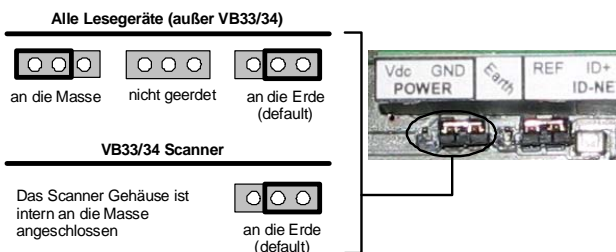

Abbildung 7 - Gehäuse-Erdung
- Schließen Sie das Lesegerät über die Brücke an die Masse an (Standard-Einstellung, siehe Abbildung 7 - Gehäuse-Erdung)
Die Erdungsmethode für das Gehäuse des Lesegerätes kann über die Brückenstellung gewählt werden (siehe Abbildung 7 - Gehäuse-Erdung). Auf diese Weise kann das Gehäuse des Lesegerätes an die Erdung angeschlossen werden (nur wenn der Erdungspin an eine ausreichende Masse angeschlossen ist). Bei allen Lesegeräten außer den VB33/34 kann das Gehäuse alternativ auch an das Erdungssignal der Spannungsversorgung (GND) angeschlossen bzw. nicht geerdet werden; im letzteren Fall muss der Jumper jedoch entfernt werden. Bei den VB33/34-Scannern ist das Gehäuse intern an die Erdung angeschlossen.